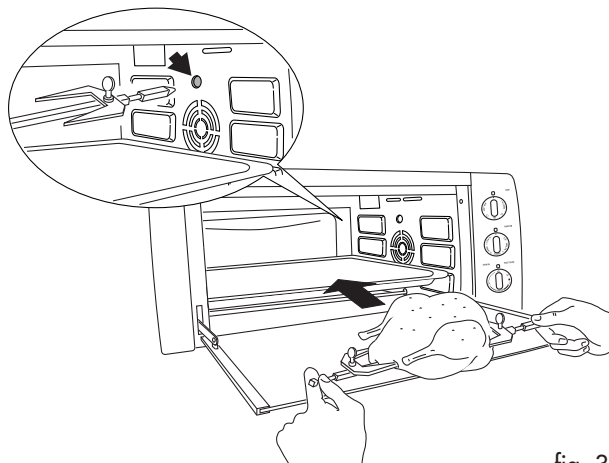

fig. 3
- Insira a pingadeira (H) na ramhura 3 e o espeto (I) no respectivo orifício (fig. 3).